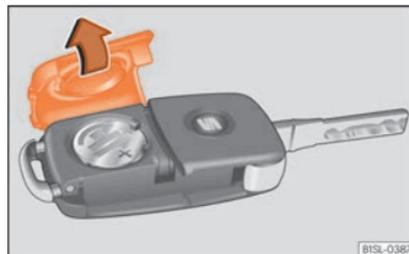

Fig. 129 Clé du véhicule : couvercle du compartiment de la pile.
La pile se trouve à l'arrière de la clé du véhicule, sous un couvercle » **fig. 129**.
- Retirez le couvercle de la partie arrière de la clé du véhicule »» fig. 129 dans le sens de la flèche »» ❶.
- Placez le couvercle sur le boîtier de la clé du véhicule et appuyez comme indiqué »» fig. 129, dans le sens contraire de la flèche, jusqu'à ce qu'il s'encastre.
❶ ATTENTION
❸ Conseil antipollution